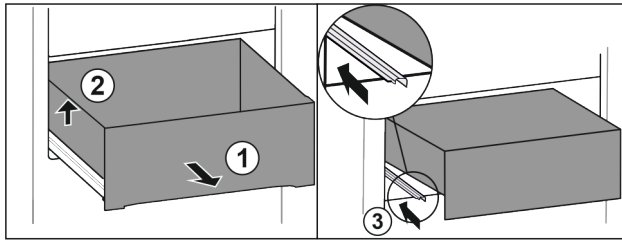

Fig. 92
- ▶ Schubfach bis zum Anschlag herausziehen. Fig. 92 (1)
- ▶ Schubfach links anheben. Fig. 92 (2)
- ▶ Linke Schiene einschieben. Fig. 92 (3)